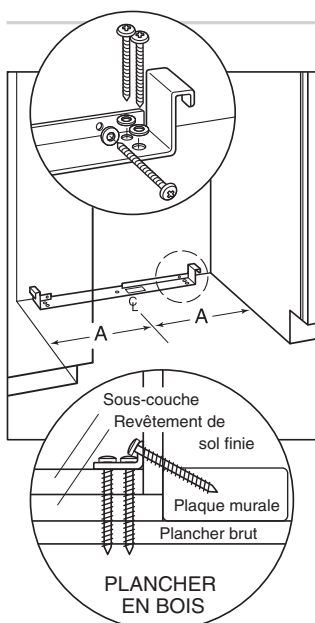

Fig. 1
Si vous installez l'appareil dans une niche d'une profondeur de plus de 610 mm, assurez-vous de bien repérer le support antibasculement pour qu'il s'enclenche correctement dans l'appareil. Il est important de le placer à une distance de 610 mm qui va de l'avant de l'appareil sans les panneaux à l'arrière du support antibasculement. Reportez-vous aux figures 1 et 2 ci-après et notez que la dimension A est de 343 mm et de 457 mm pour les appareils de 686 mm et de 914 mm de largeur, respectivement.
Utilisez les six vis à bois n° 12 x 63,5 mm et les six rondelles plates n° 12 fournies. Assurez-vous que les pièces d'ancrage et les vis sont solidement maintenues en place. Reportez-vous à la figure 1 ci-après.
**REMARQUE IMPORTANTE :** Dans le cas de certaines installations, le support de revêtement de sol ou le revêtement de sol nécessite que les vis à bois utilisées pour fixer le support antibasculement au mur arrière soient posées en angle. Reportez-vous aux figures 1 et 2.